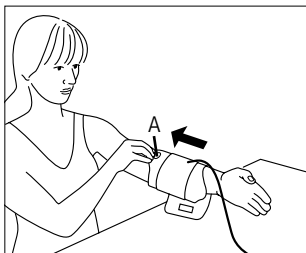

Abb.1
- Die Messung muss am unbedeckten Oberarm durchgeführt werden. Sollte Ihre Manschette komplett geöffnet sein, so führen Sie das Ende der Manschette durch den Metallbügel, so dass eine Schlaufe entsteht. Der Klettverschluss muss dabei außen liegen. Fassen Sie die Manschette an der Griffflasche A (siehe Abb. 1) an und stülpen Sie diese über den Oberarm.